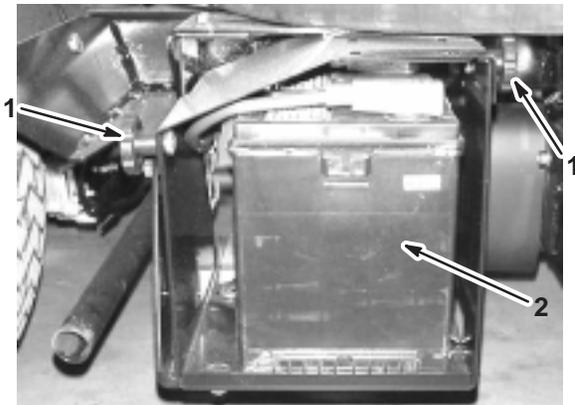

Bild 55
2. Lockern Sie die Handräder an beiden Seiten des Batterie Kastens und nehmen Sie die Batterieabdeckung ab (Bild 55).
3. Nehmen Sie die Batteriehalterung und -befestigungen ab (Bild 55).
3. Setzen Sie die Batteriehalterung ein und befestigen Sie sie mit den vorher abgenommenen Befestigungen (Bild 55).
4. Montieren Sie die Batterieabdeckung und befestigen Sie sie mit den 2 Handrädern (Bild 55).
1. Lockern Sie die Handräder an beiden Seiten des Batteriekastens und nehmen Sie die Batterieabdeckung ab (Bild 55).